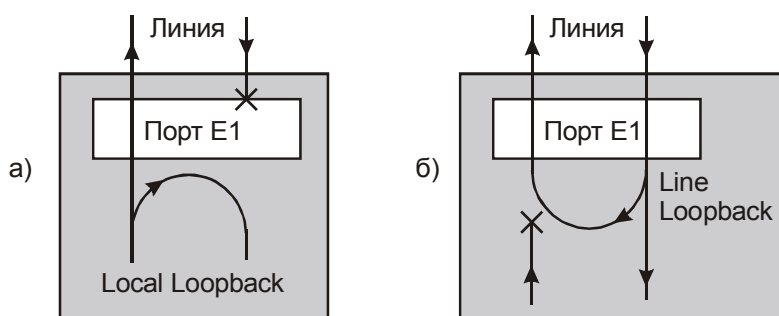

Рис. 12. Схемы включения локальной (а) и линейной (б) петель возврата данных
- LoopBacks – включение локальной или линейной петель возврата данных (Local loopback или Line loopback) в соответствии со схемами, приведенными на Рис. 12;